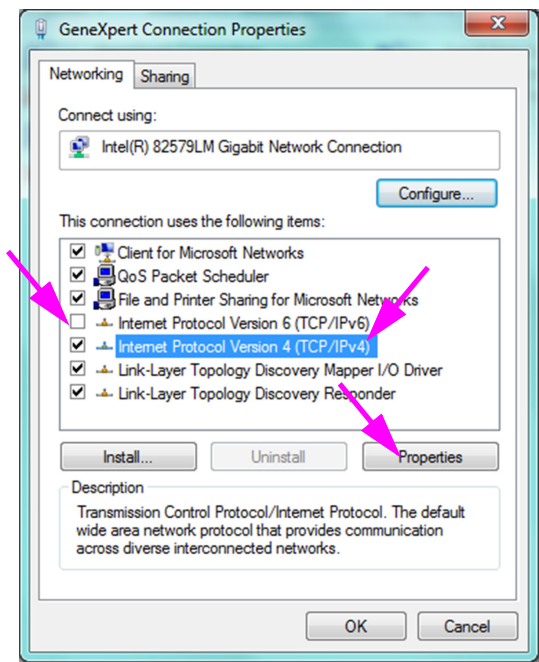

图 2-42. GeneXpert Connection Properties (GeneXpert 连接属性) 屏幕
8. 在 GeneXpert Connection Properties (GeneXpert 连接属性) 屏幕 (如图 2-42 所示) 上, 取消选择 **Internet Protocol Version 6 (TCP/IPv6)** (Internet 协议版本 6 (TCP/IPv6)) 旁边的方框。突出显示 **Internet Protocol Version 4 (TCP/IPv4)** (Internet 协议版本 4 (TCP/IPv4)), 然后单击 **Properties** (属性)。此时出现 Internet Protocol Version 4 (TCP/IPv4) Properties (Internet 协议版本 4 (TCP/IPv4) 属性) 屏幕。